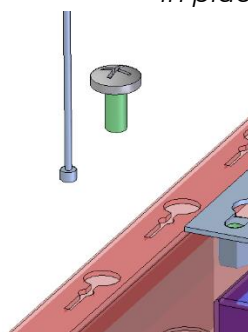

Fig.3
3. Inserire l'altra estremità del filo, con il pallino piombato, all'interno della sua sede sulla plafoniera e successivamente inserire la vite in dotazione per bloccarlo in sede (Fig.3).
3. Insert the other end of the wire, with the lead sealed, inside its seat on the ceiling light and then insert the screw supplied to lock it in place (Fig.3).
4. Insert the other end of the wire, with the lead sealed, inside its seat on the ceiling light and then insert the supplied screw to lock it in place (Figure 3)